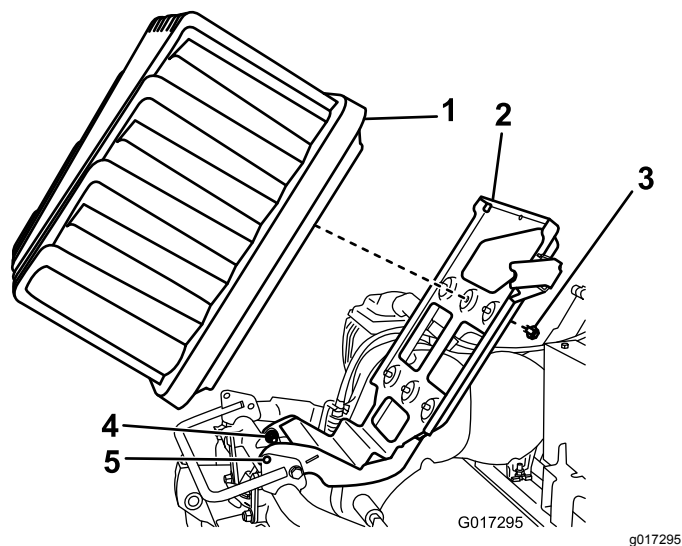

Figura 12
5. Desaperte os dois parafusos/duas porcas com meia volta cada (Figura 12).
6. Eleve a plataforma da bateria até que os furos de bloqueio na base e estrutura fiquem alinhados (Figura 12).